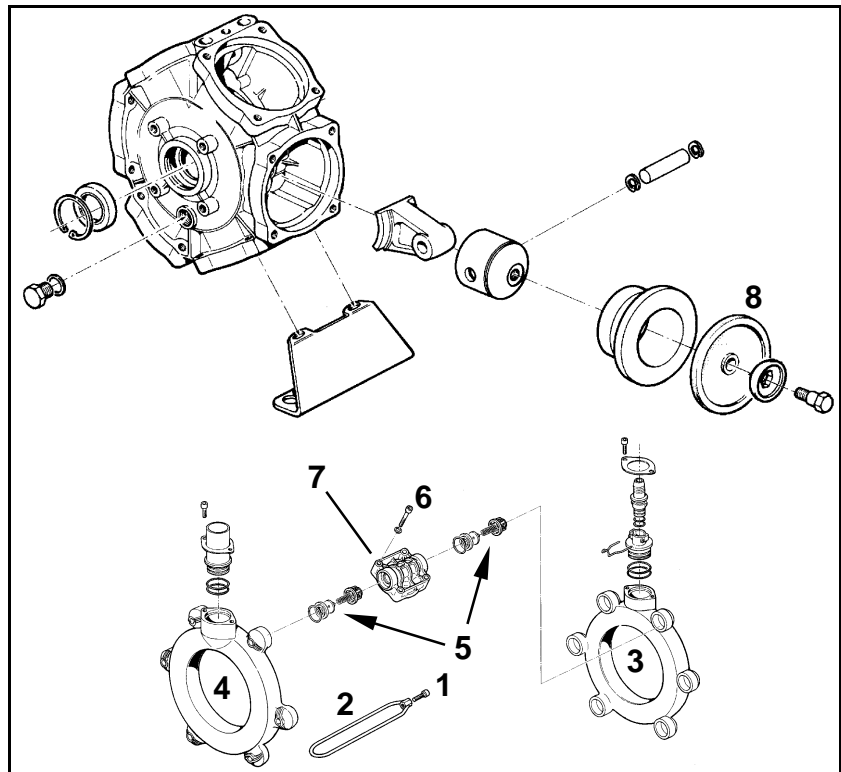

Fig. 231
- Überprüfen Sie die Kolbenmembrane (Fig. 231/1) mindestens einmal jährlich durch Demontage auf ihren einwandfreien Zustand.
- Achten Sie auf die jeweilige Einbaulage der saug- und druckseitigen Ventile, bevor Sie die Ventilgruppen (Fig. 231/5) herausnehmen.
- Tauschen Sie grundsätzlich alle Kolbenmembrane (Fig. 231/6) aus, auch wenn nur eine Kolbenmembrane gequollen, gebrochen oder porös ist.
2. Schrauben (Fig. 231/1) lösen und Spannbügel (Fig. 231/2) entfernen.
3. Saug- und Druckkanal (Fig. 231/3 und Fig. 231/4) abnehmen.
4. Ventilgruppen (Fig. 231/5) herausnehmen.
5. Entfernen Sie die Schrauben (Fig. 231/6).
6. Nehmen Sie den Zylinderkopf (Fig. 231/7) ab.
7. Überprüfen Sie die Kolbenmembrane (Fig. 231/8).
8. Tauschen Sie schadhafte Kolbenmembrane (Fig. 231/8) aus.